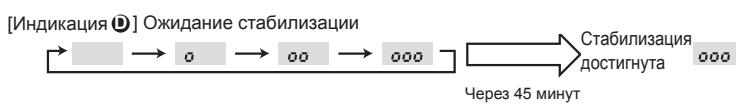

Fig. 8-3
- ③ Нажмите кнопку **FILTER** для подтверждения настройки. (Fig. 8-3)